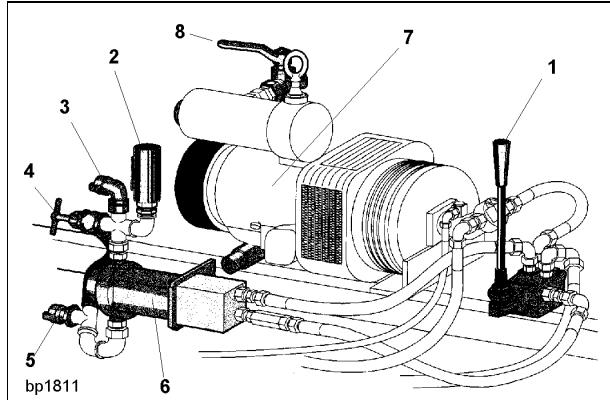

Fig. 1
- Desconecte la bomba de agua por medio de la palanca de mando 1 (Fig. 1).
Se puede equipar la máquina con un compresor rotativo 7 (Fig. 1).